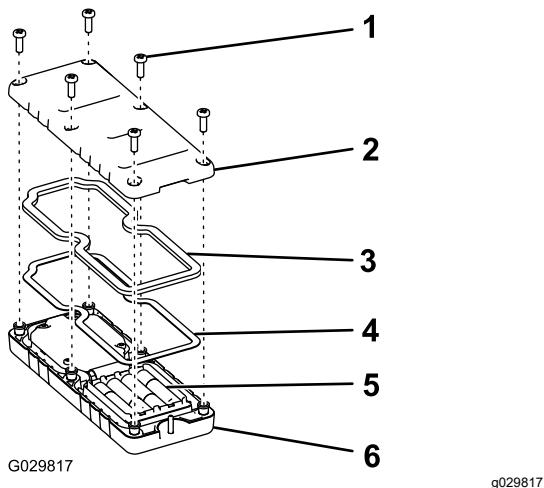

Figure 17
2. Placez chaque pile dans un des emplacements du logement en respectant la polarité (Figure 17).
3. Veillez à bien engager le joint en acier et le joint en caoutchouc dans la gorge de la télécommande puis remettez le couvercle arrière en place (Figure 17).
4. Fixez le couvercle avec 6 vis (Figure 17) serrées à un couple de 1,5 à 1,7 N·m.